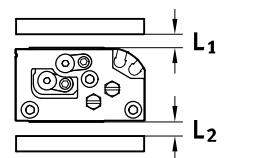

Fig. 14
- соблюдайте минимальные расстояния L1 и L2 между неподвижными или перемещаемыми ферритными объектами и бесконтактными датчиками положения (→ Fig. 14). Так вы не допустите ошибочных переключений в результате постороннего воздействия.